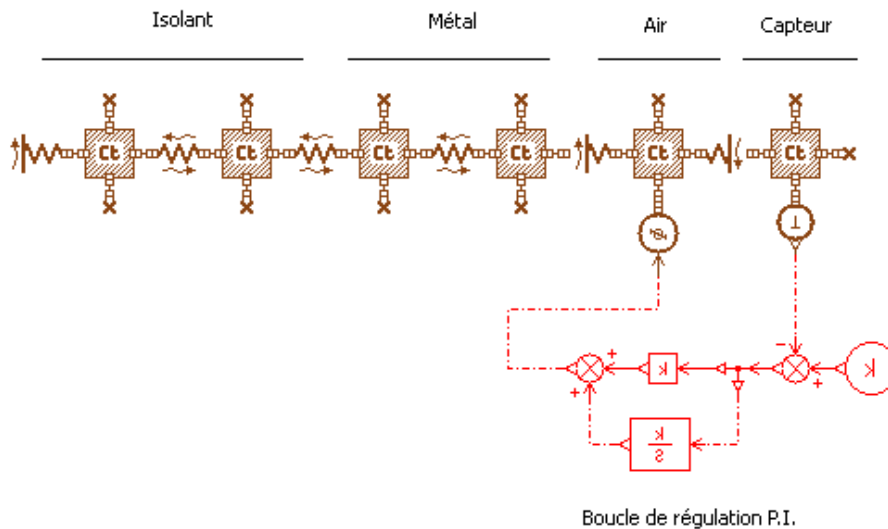

FIGURE 8 – Schéma de la boucle de régulation proportionnelle intégrale vue au cours des travaux pratiques.
15. Ajouter une boucle de régulation P.I. permettant de régler le débit dans la branche 1. Pour réaliser ce travail, on pourra s'inspirer du schéma du système avec bouche P.I. étudiée au cours des travaux pratiques visible en figure 8. On pourra prendre comme valeur de constante de la contribution proportionnelle $k_p = 50$ et pour valeur de la constante de contribution intégrale $k_i = 2$.